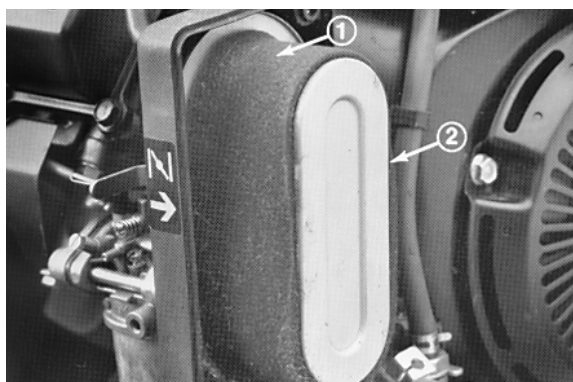

Fig. 24
3. Se l'elemento in espanso è sporco, toglierlo dall'elemento di carta (Fig. 24) e pulirlo accuratamente.